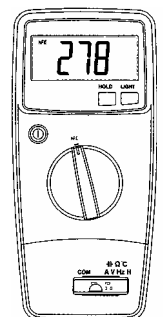

Рисунок 13
- 4.17.1 Установите поворотный переключатель в положение "hFE" (см. рис. 13).